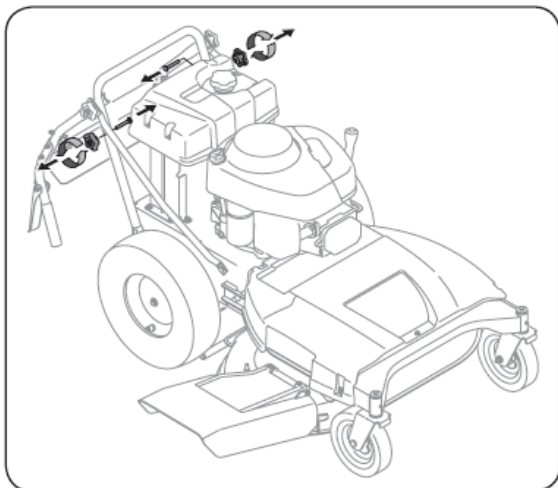

Figure 3-3
1. Retirez les poignées étoile et les vis de carrosserie de la poignée inférieure. Consultez la Fig. 3-3.